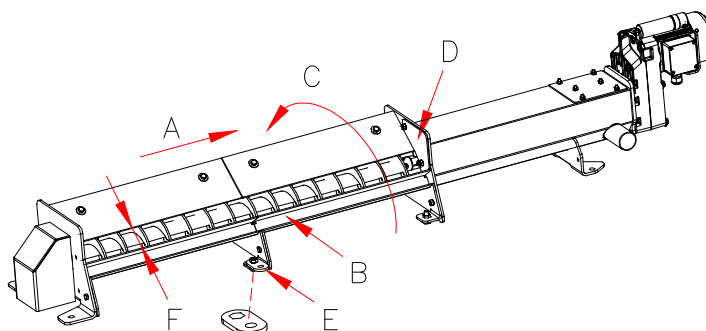

Fig.: 1
L'auge doit être alignée à l'aide des pattes de fixation (E) Fig. 1 et vissée directement au sol droite, sans affaissement ni surélévation.